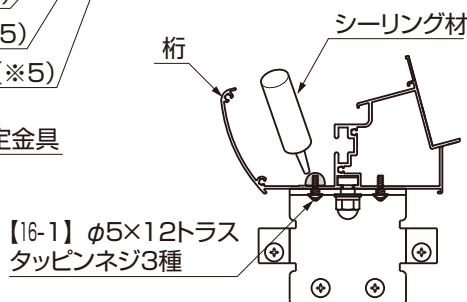

図4-9 ネジ部シーリング箇所
- ②置き式桁固定金具を桁に【16-15】、【16-14】、【16-15】と【16-9】、または柱・桁置き部品接続ボルトで仮止めしてください。なお、(※5)のネジは本体色のものを使ってください。
- ③桁と置き式梁の間に置き式梁接続スペーサーを挟んでください。
- ④置き式桁固定金具の上から置き式梁・桁にφ4.5の穴をあけて、【16-1】で固定してください。
- ⑤桁の中に出ている【16-1】にシーリングをしてください。(図4-9参照)